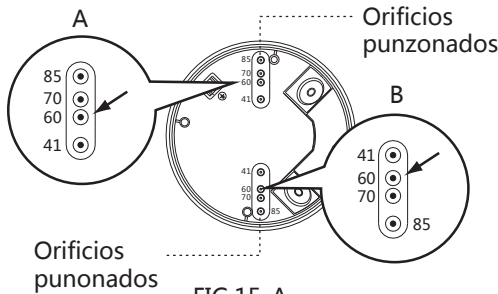

FIG.15-A
- El accesorio para montaje en superficie KDP3/5 dispone de 4 pares de orificios punzonados con distintas distancias desde 41mm a 85mm en su parte inferior según la necesidad del montaje a realizar (Ver FIG.15-A). Seleccione los mismos orificios para realizar el montaje (Ver FIG.15-B).